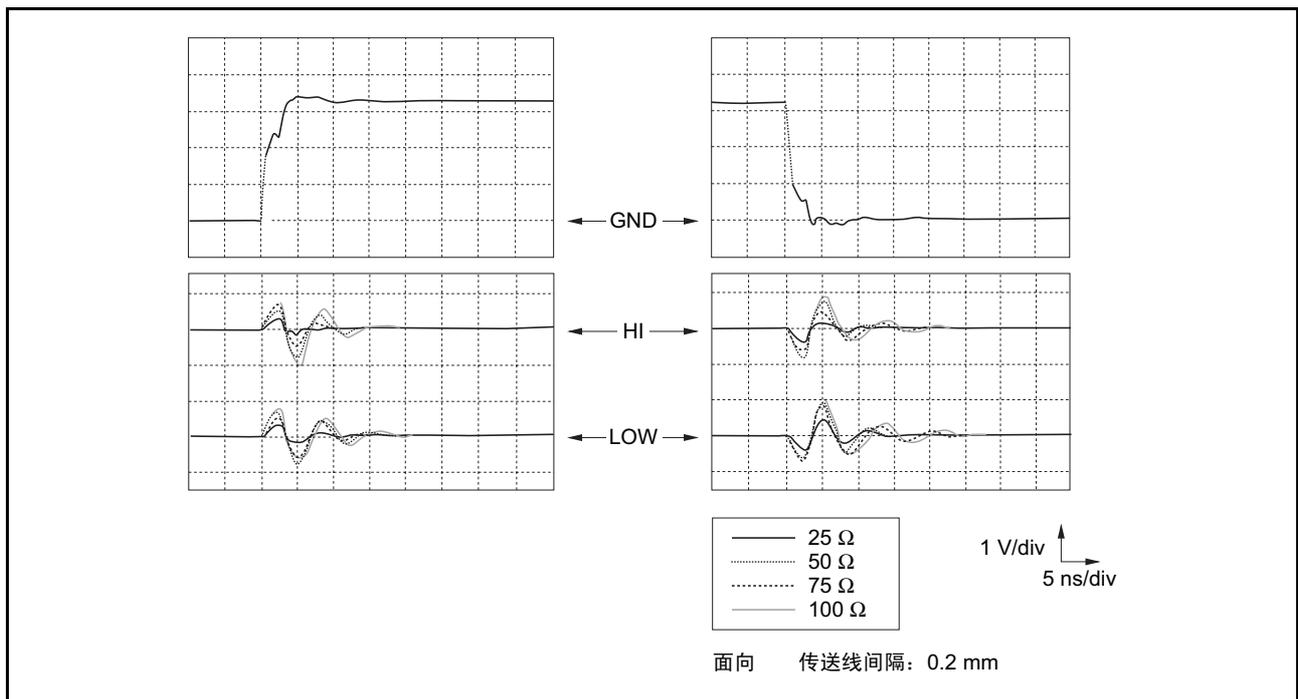

图24(3) 串扰噪声 - 布线阻抗的影响
串扰噪声的测量电路如图 23 所示，实际测量的波形如图 24(1)、图 24(2) 和图 24(3) 所示。